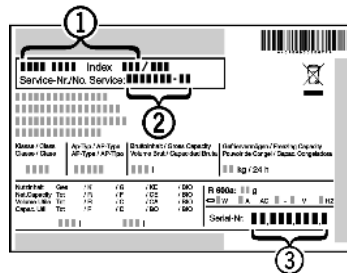

Fig. 11
- ▶ Прочетете от идентификационната табелка описанието на уреда Fig. 11 (1), сервизния № Fig. 11 (2) и серийния № Fig. 11 (3). Идентификационната табелка се намира на лявата вътрешна стена на уреда.
- ▶ Обадете се на сервизната служба и посочете неизправността, описанието на уреда Fig. 11 (1), сервизния № Fig. 11 (2) и серийния № Fig. 11 (3).